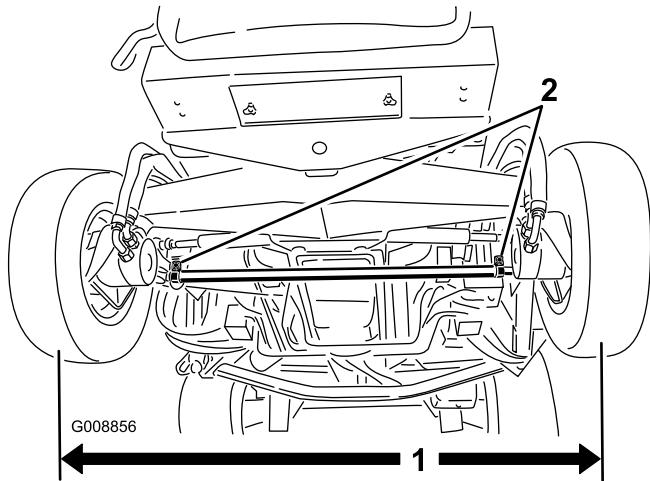

Figura 75
- Para ajustar, afloje las abrazaderas en ambos extremos de las bielas (Figura 75).
- Mida la distancia entre centros (a la altura del eje) en la parte delantera y trasera de los neumáticos de dirección (Figura 75). La distancia delantera debe ser de 0–3 mm menos que la trasera.